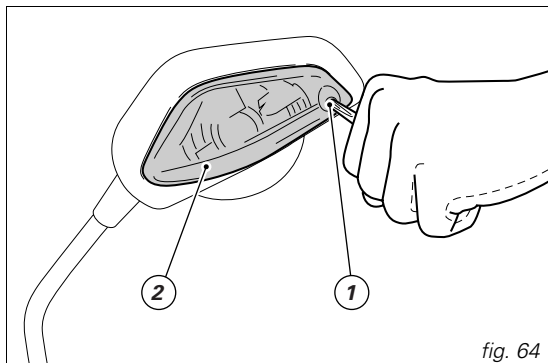

fig. 64
Per sostituire la lampada, svitare la vite (1) e rimuovere la lente (2) dell'indicatore dal corpo specchio retrovisore (fig. 64).